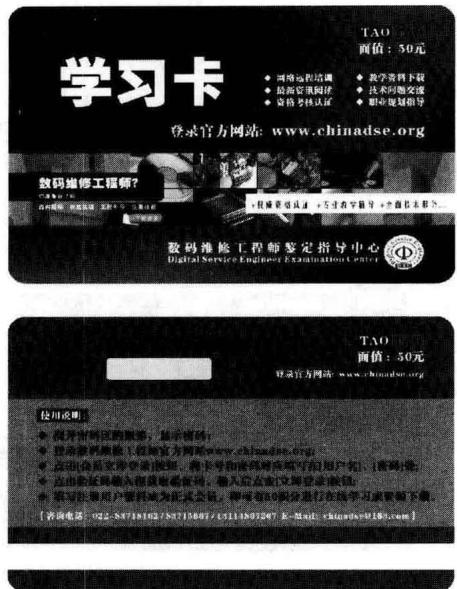

图 1 学习卡说明
① 将书中所附赠的学习卡取出，由学习卡正面可看到学习卡面值、网站网址等信息，背面可看到卡号、密码（涂有银漆）和使用说明，如图 1 所示。